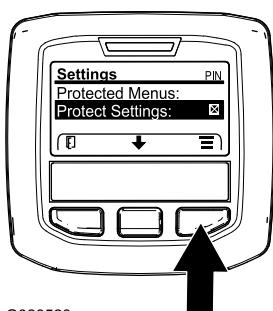

図 25
- MAIN メインメニューから中央ボタンで下へスクロールしていくと SETTINGS 設定メニューがありますから、ここで右ボタンを押します **図 25**。